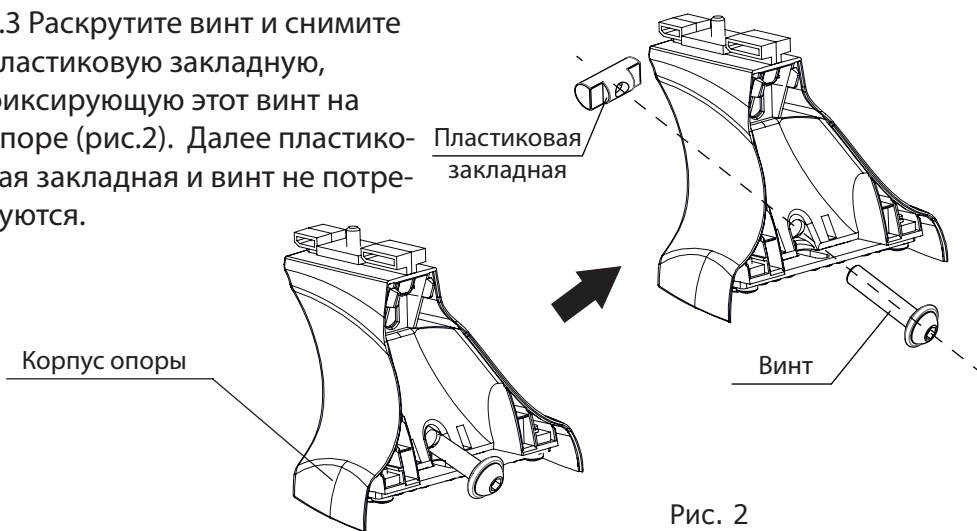

Рис. 2
2.3 Раскрутите винт и снимите пластиковую закладную, фиксирующую этот винт на опоре (рис.2). Далее пластиковая закладная и винт не потребуются.